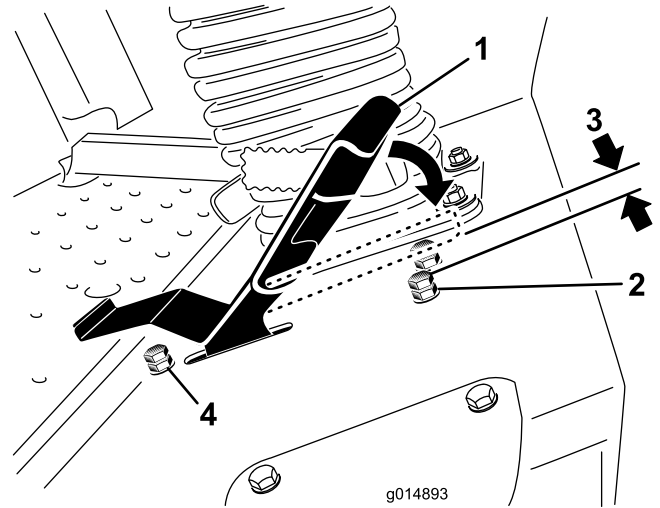

Bild 60
3. Lösen Sie für das Fahrpedal die Klemmmutter an der Anschlagschraube (Bild 60).